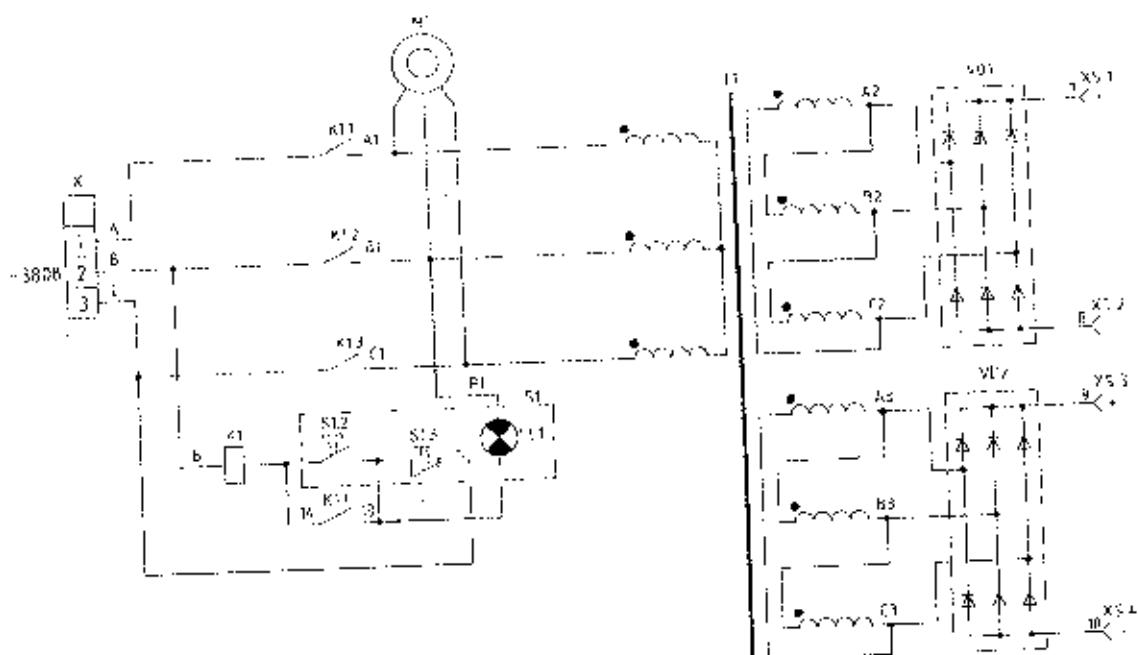

Рис.2
3.2. Принципиальная схема выпрямителя приведена на рис.2 Трехфазный силовой трансформатор Т1 с магнитным пунктом подключен к сетевому кабелю через контакты магнитного пускателя К1. Первичные обмотки трансформатора включены «звездой», вторичные «стремянкой». Схема выпрямления - трехфазная мостовая.